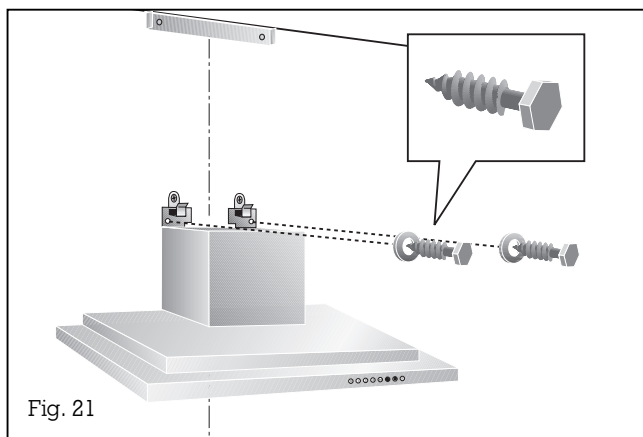

Fig. 21
- Fixez la hotte au mur avec les 4 vis **b** (fig. 21 et 22).